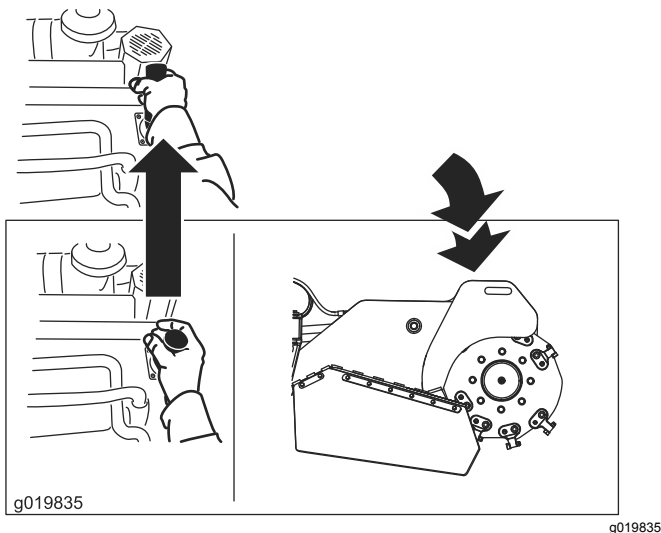

Figura 14
- Para bajar el desbastador, empuje la palanca hacia adelante (Figura 14).